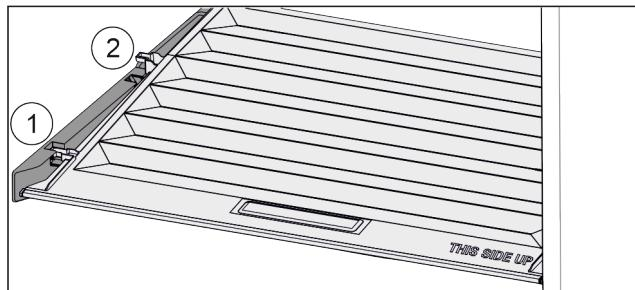

Fig. 85
- Издърпайте напред Fig. 85 (1) капака до отвора в задържащите части.
- Повдигнете го отзад отдолу и отстранете Fig. 85 (2) нагоре.